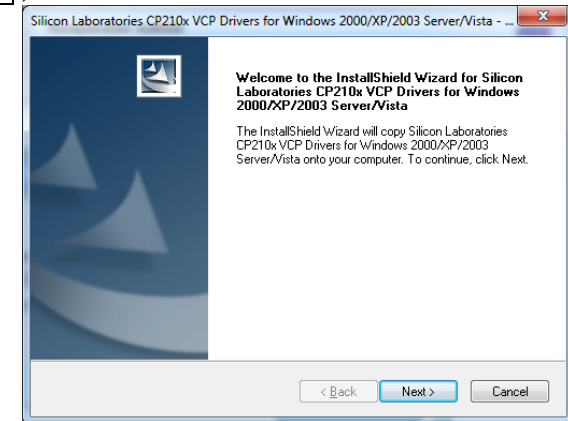

Рисунок 8.8
– на екрані з'явиться вікно (рисунок 8.8), в якому слід клацнути по кнопці **Next**;